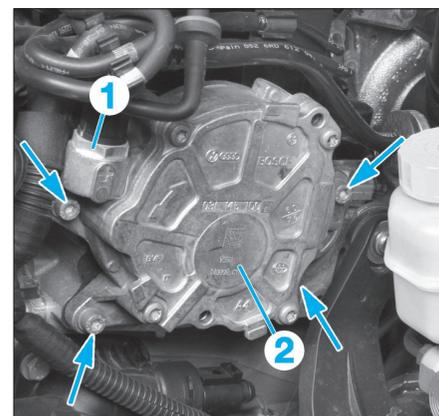

FIG. 18
- Débrancher la conduite de dépression (1) de la pompe à vide (2) (Fig.18).